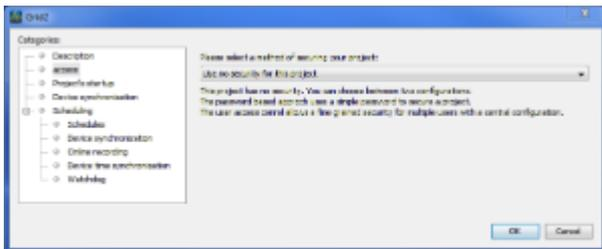

图1:项目接入保护
- 在“项目窗口”中右键单击相应的项目，选择项目属性，或者在“项目窗口”中选择项目，通过菜单项“文件/项目属性”打开项目属性(图1)。